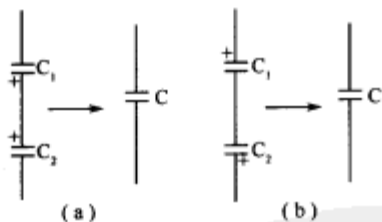

图 2-7 有极性电容器逆串联电路
(2)有极性电容器逆串联电路如图 2-7 所示。这一串联电路有两种,一种是两个电容器的正极相连,如图(a)所示;另一种是两个电容器负极相连,如图(b)所示。